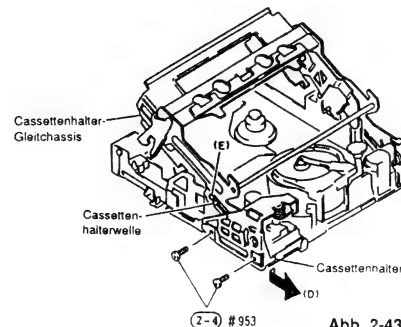

Abb. 2-43
- 4) Zwei (2) Befestigungsschrauben des Cassettenhalters entfernen (siehe Abb. 2-43).
- 6) Den Cassettenhalter in Richtung des Pfeiles (D) bewegen (siehe Abb. 2-43). Die Cassettenhalterwelle kommt an den Abschnitt (E) der Cassettenhalter-Gleitnut. Das Cassettenhalter-Gleichchassis hineindrücken, um die Cassettenhalterwelle von dem Cassettenhalter und dem Hilfschassis freizugeben.